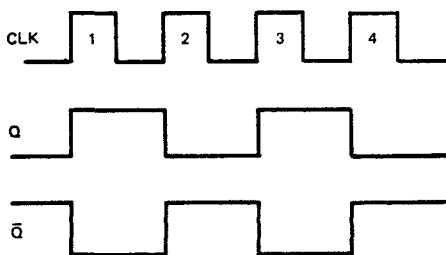

Рис. 34-10. Форма входных и выходных импульсов JK-триггера, установленного для счета.
На рис. 34-10 изображена форма выходных импульсов триггера. Заметим, что уровень на выходе Q высокий (1) после каждого нечетного импульса, и низкий (0) после каждого четного импульса. Следовательно, когда на выходе